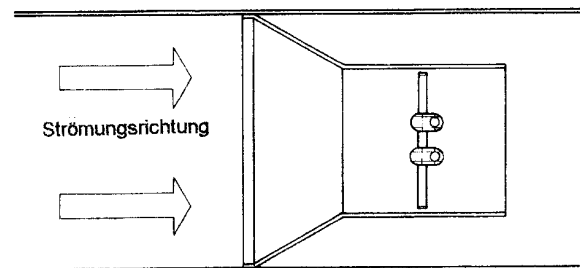

Abb. 3b: Empfohlene Verjüngung
- eine örtliche Verjüngung ist nützlich zur Erhöhung der Druckdifferenz bei niedrigen Geschwindigkeiten (Bild 3b).